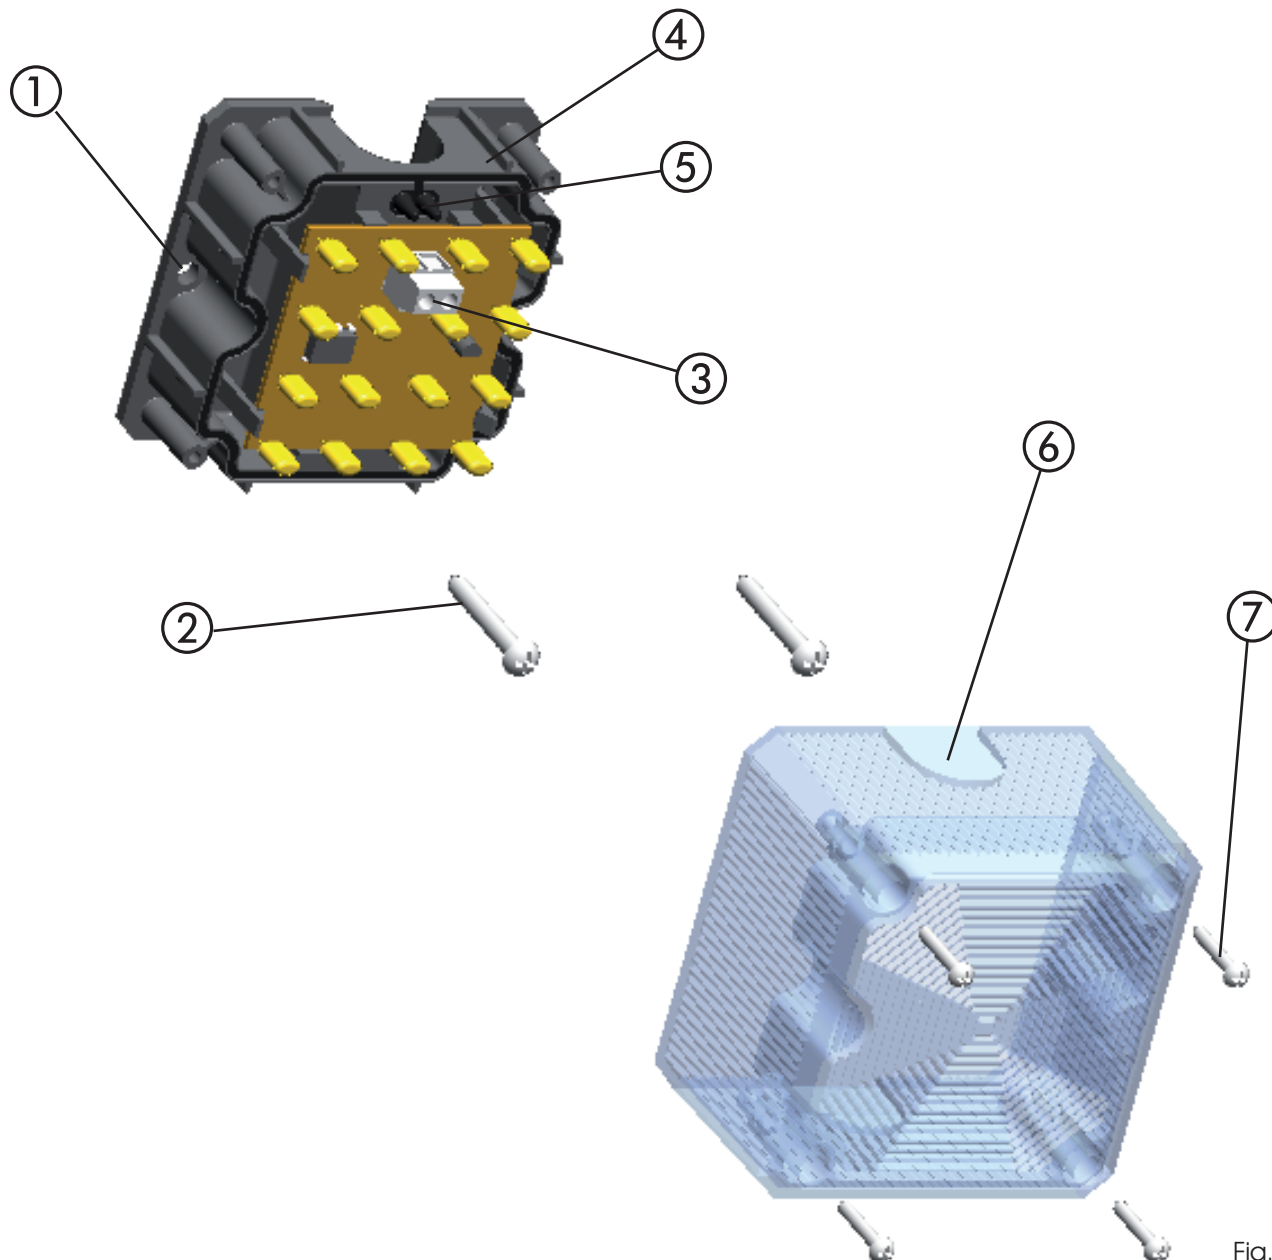

Fig. 1
Per le operazioni di montaggio fare riferimento alla Fig. 1:
- Fissare la base (rif. ④) del lampeggiatore effettuando 2 fori (rif. ①) di adeguata misura.
- Le viti di fissaggio (rif. ②) **NON** sono fornite a corredo.
- Effettuare i collegamenti elettrici facendo riferimento alle istruzioni dell'apparecchiatura elettronica. Passare i fili nel pressacavo di gomma (rif. ⑤) e collegarli ai morsetti (rif. ③).
- In caso di impianto elettrico con canaline esterne, sfondare le prefatturazioni sul coperchio (rif. ⑥ Fig. 1).
- Chiudere il coperchio avvitando le viti a corredo (rif. ⑦ Fig. 1).
For the installation operations, refer to Fig. 1:
- Secure the base (ref. ④) of the flashing light, by drilling two holes (ref. ①) of sufficient size.
- The securing screws (ref. ②) are **NOT** supplied.
- Make the electrical connections, referring to the instructions of the control board. Route the wires through the rubber cable gripper (ref. ⑤) and connect them to the terminals (ref. ③).
- If your electrical system has external raceways, break through the pre-perforations on the cover (ref. ⑥ Fig. 1).
- Close the cover, fastening the supplied screws (ref. ⑦ Fig. 1).
Pour les opérations de montage, voir la Fig. 1:
- Fixer la base (réf. ④) de la lampe clignotante en réalisant 2 trous (réf. ①) d'une dimension adéquate.
- Les vis de fixation (réf. ②) **NE** sont **PAS** fournies.
- Réaliser les connexions électriques d'après les instructions de l'armoire électronique. Passer les fils dans le serre-câble en caoutchouc (réf. ⑤) et les connecter aux bornes (réf. ③).
- En cas d'installation électrique avec des conduites externes, défoncer la pré-cassure sur le couvercle (réf. ⑥ Fig. 1).
- Fermer le couvercle avec les vis fournies (réf. ⑦ Fig. 1).
Für die Arbeitsschritte bei der Montage wird auf die Abb. 1 verwiesen:
- Die Basis (Bez. ④) der Blinkleuchte durch Ausführung von 2 Bohrlöchern (Bez. ①) angemessener Größe befestigen.
- Die Befestigungsschrauben (Bez. ②) sind **NICHT** im Lieferumfang enthalten.
- Die elektrischen Anschlüsse entsprechend den Anweisungen des elektronischen Steuergeräts vornehmen. Die Drähte durch die Kabelverschraubung aus Gummi (Bez. ⑤) ziehen und an die Klemmen (Bez. ③) anschließen.
- Bei elektrischen Anlagen mit externen Kabelkanälen die Vorperforierung auf dem Deckel durchbrechen (Bez. ⑥, Abb. 1).
- Den Deckel verschließen und hierzu die beiden im Lieferumfang enthaltenen Schrauben anschrauben (Bez. ⑦, Abb. 1).
Para las operaciones de montaje, remítase a la Fig. 1:
- Fije la base (ref. ④) del destellador, para ello haga dos orificios (ref. ①) de la medida adecuada.
- Los tornillos de fijación (ref. ②) **NO** se suministran en dotación.
- Realice las conexiones eléctricas tomando como referencia las instrucciones del equipo electrónico. Pase los hilos por el sujeta-cables de goma (ref. ⑤) y conéctelos a los bornes (ref. ③).
- Si la instalación eléctrica tiene canales externos, rompa la zona precortada de la tapa (ref. ⑥ Fig. 1).
- Cierre la tapa atornillando los tornillos suministrados en dotación (ref. ⑦ Fig. 1).